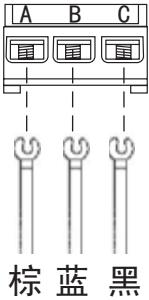

图15
- 将连接电缆如下图将头部弯折，并分别按不同颜色的线牢固的固定到接线盖板相对应的位置，紧固力矩（5kgf.cm）。（如图15）
- 连接电缆连接结束后，必须按图15所示装上接线盖板。
- 然后用手将面框右下角风室下盖板 ⑤、⑥ 处的勾子沿箭头相反方向推紧，装上风室下盖板。